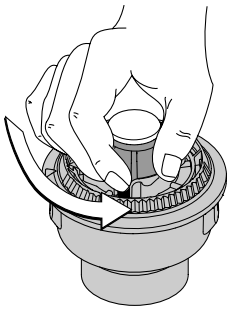

Fig. 16
1. Sostenga la bobina exterior y desenrosque la perilla percusiva en sentido antihorario (Fig. 16).